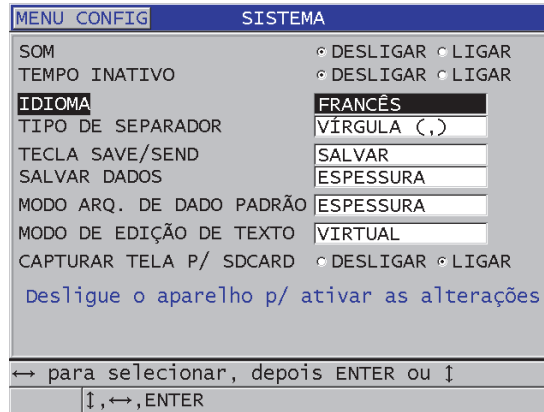

Figura 4-1 Selecionando o idioma da interface do usuário
3. Na tela **SISTEMA** (veja Figura 4-1 na página 60)